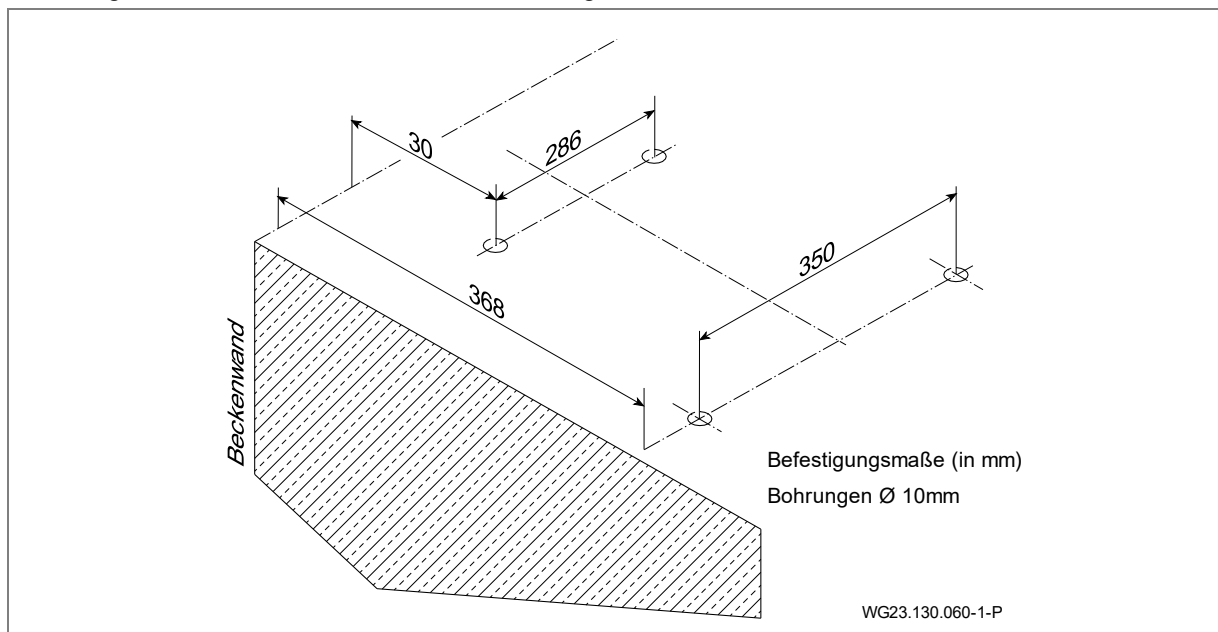
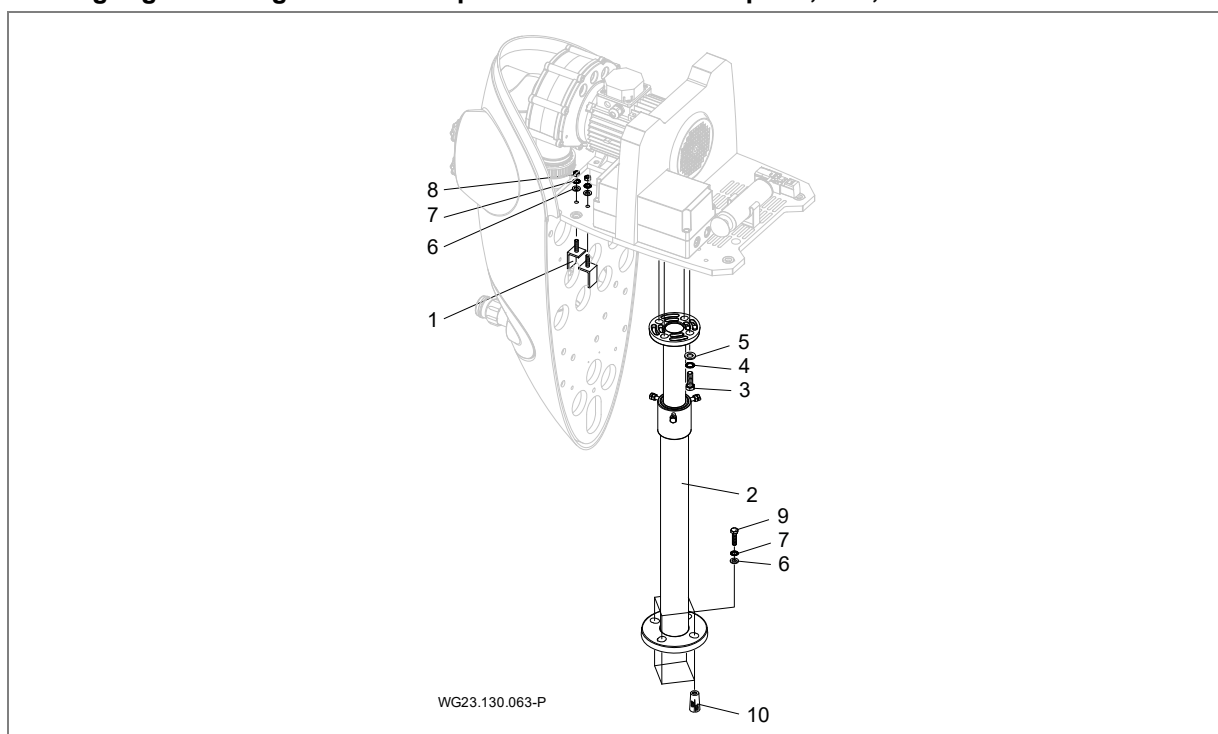
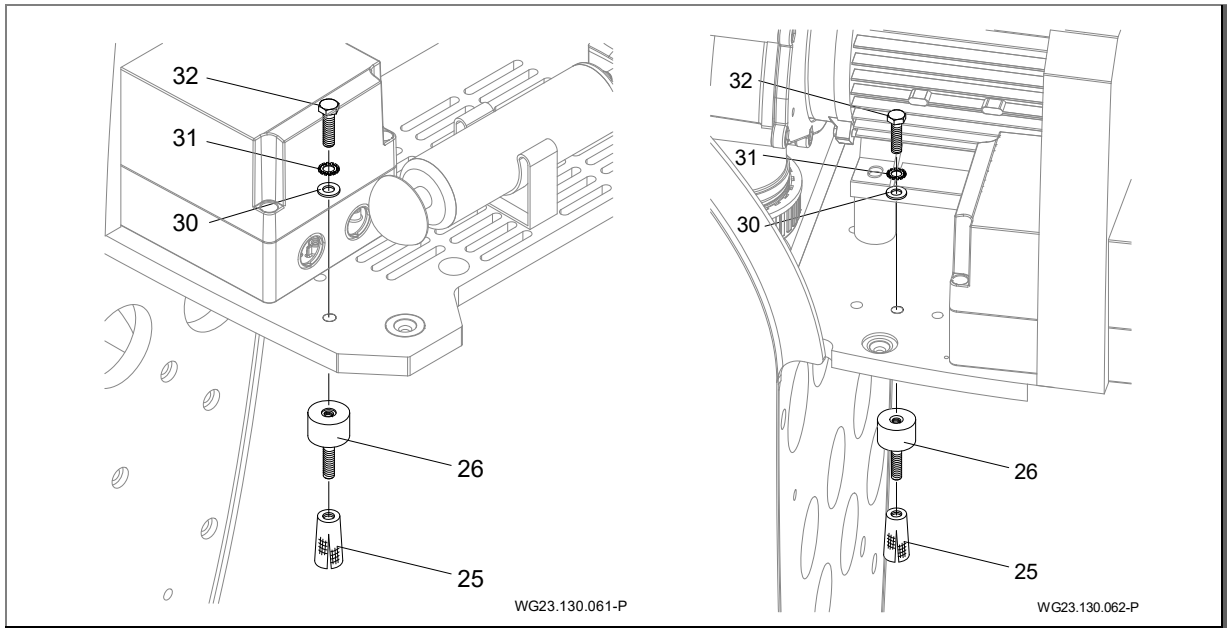

Abb. 4
Abb. 5
Abb. 6
- Aufstellungsort wählen und nach "Abb. 4" auf Seite 15 vorbereiten. Wenn die Anlage für ein Aufstellbecken verwendet wird, muss der Sicherheitsteleskopstützfuß verwendet werden. Siehe "Abb. 5" auf Seite 15.
- Anlage abheben und an markierten Stellen Bohrungen mit Ø10 mm bohren. Siehe "Abb. 4" auf Seite 15.
- Messingspreizdübel (25) einsetzen und Schwingmetallpuffer (26) aufschrauben. Siehe "Abb. 6" auf Seite 16.
- Anlage auf die Schwingmetallpuffer aufsetzen und durch Sechskantschrauben (32) mit Zahnscheiben (31) und Beilagscheiben (30) befestigen. Siehe "Abb. 5" und "Abb. 6" auf Seite 16.